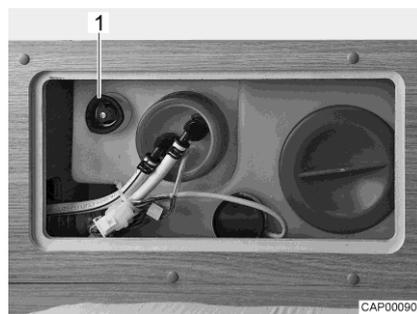

Bild 88 Wassertank mit Drehgriff
- Auf dem Wassertank den Drehgriff (Bild 88,1) im Uhrzeigersinn bis zum Anschlag drehen.
- Öffnen: ■ Auf dem Wassertank den Drehgriff (Bild 88,1) entgegen dem Uhrzeigersinn bis zum Widerstand drehen. Das Wasser läuft bis auf ca. 20 Liter aus.